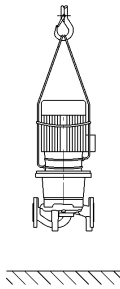

Fig. 5: Anbringen der Transportseile
- Am Motor können an den dafür vorgesehenen Gewindebohrungen Transportösen eingeschraubt werden. Diese dürfen nur zur Führung bei Lastaufnahme dienen (Fig. 5).